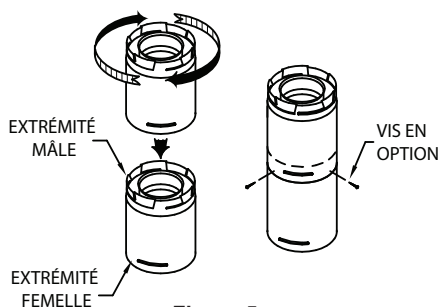

Figure 5
(1) Procédure de verrouillage par rotation: Aligner les tenons de verrouillage des extrémités mâles et femelles des sections de tuyau. Insérer l'extrémité mâle dans l'extrémité femelle jusqu'à ce que les tenons de verrouillage soient recouverts. Tourner les extrémités femelles dans le sens horaire d'un huitième de tour afin de verrouiller les sections ensemble (**Fig. 5**). Il n'est pas nécessaire d'utiliser des vis pour solidifier le joint, mais vous pouvez le faire pourvu que les vis ne pénètrent pas la paroi intérieure du tuyau de ventilation.
(2) Les longueurs horizontales du tuyau de ventilation doivent être soutenues afin de prévenir tout affaissement. Les sections de tuyau horizontales doivent être soutenues au moins tous les 1,2 m (4 pieds). Des brides murales ou du ruban de plomberie peuvent être utilisés à cet effet. D'une autre façon, du ruban de plomberie ou tout autre matériau non combustible approprié peut être utilisé pour